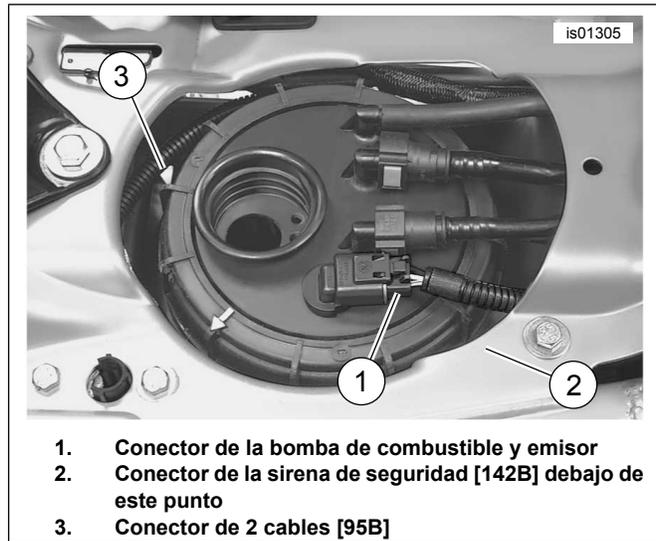

Figura 3. Localización del conector [142B] (todos los modelos VRSC 2002 a 2006) (mostrado con la tapa de combustible y la funda del llenador extraídas)
Vea Figura 3. El conector de la sirena de seguridad es un conector de 3 cables, no se debe confundir con el conector de 2 cables (3) conectado al arnés (excepto en los modelos para California).
5. Vea Figura 3. Localice el conector de la sirena de seguridad (2) en el extremo del cable conductor del arnés, enrollado alrededor de la parte superior del tanque de combustible. Desconecte el conector de la bomba de combustible y emisor (1) para liberar el conector de la sirena de seguridad. La tapa protectora y la correa de cables en el conector de la sirena de seguridad pueden ser desechadas.
3. Vea Figura 3. Localice el conector de la sirena de seguridad (2), en el extremo del cable conductor del arnés, enrollado alrededor de la parte superior del tanque de combustible. Desconecte el conector de la bomba de combustible y emisor (1) para liberar el conector de la sirena de seguridad. La tapa protectora y la correa de cables en el conector de la sirena de seguridad pueden ser desechadas.